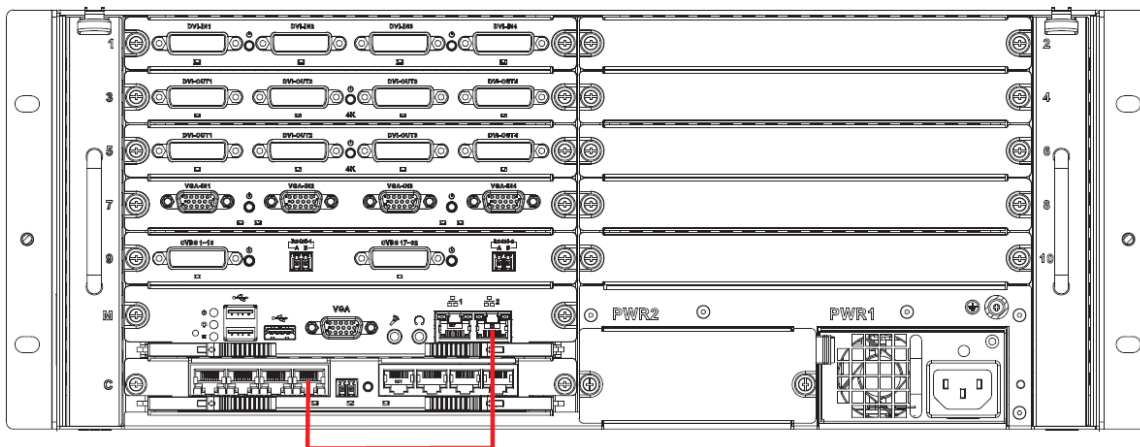

Figura 1-9
Paso 6 Conecte la interfaz de red 2 del panel de control principal y la interfaz de red del panel de control con un cable de red gigabit; conecte la interfaz de red 1 del panel de control principal y la red del cliente, como se muestra en la Figura 1-9.